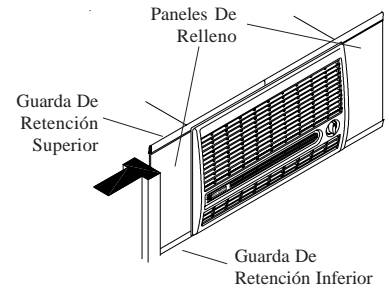

Fig. 4
- **Instale las guardas de retención.** Coloque dos guardas de retención en la parte inferior de la pestaña del cuello y ajústelas al ancho de la ventana. Corte las guardas si es necesario. Éstas sujetan a los paneles de relleno (fig. 4).